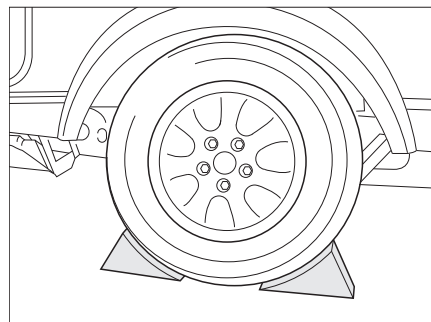

Bild 162 Säkra fordonet
- Använd stoppklossar eller liknande föremål på motsatt hjul för att säkra fordonet (Bild 162).